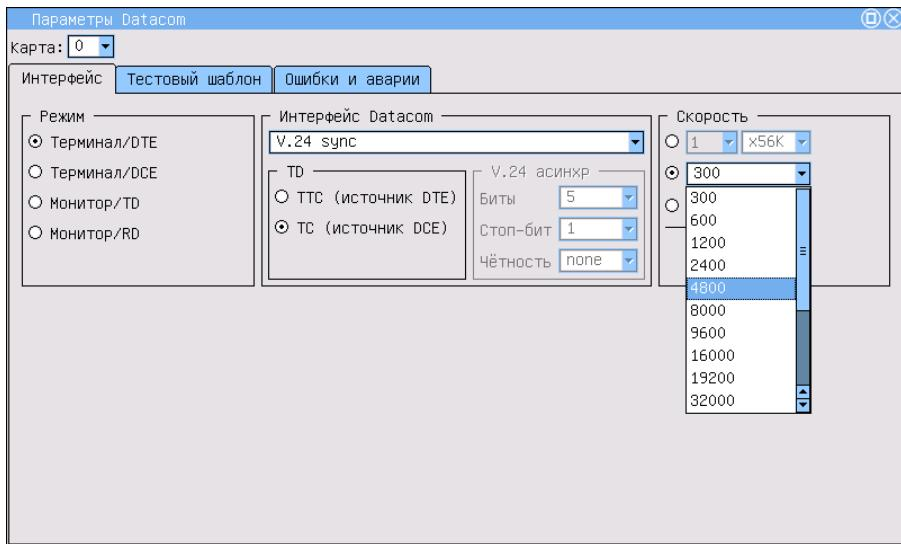

Рис. 3.5. Выбор скорости передачи данных
7. Поле **Скорость** позволяет задать скорость тестирования (рис.3.5).